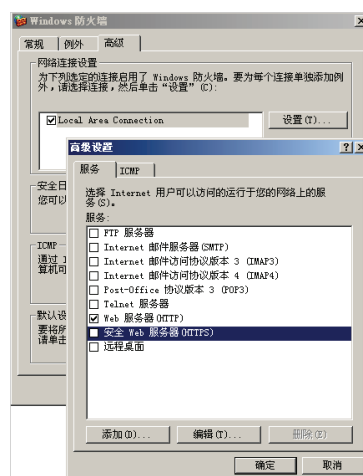

图 15-28 高级设置选项卡
2) 单击“Advanced”选项卡,选择所需的网络连接,然后单击“Settings”按钮,“Advanced Settings”对话框随即打开,如图 15-28 所示。